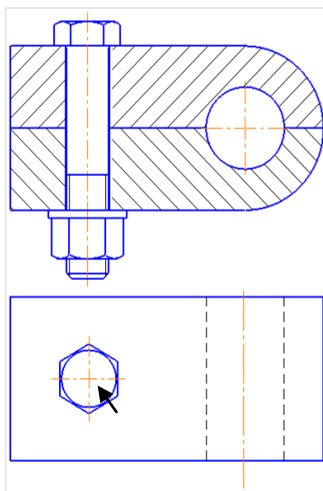

Рисунок 5.
14. Фантом крепим на виде сверху в центре отверстия (рисунок 5).